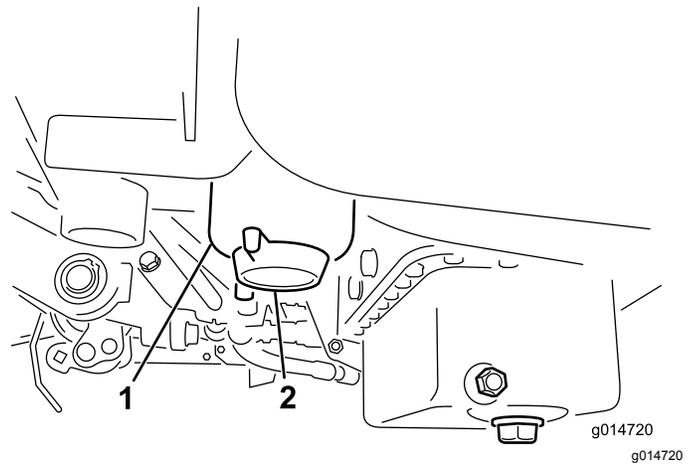

Bild 49
2. Reinigen Sie den Anbaubereich der Filterglocke (Bild 49).
4. Öffnen Sie das Filterablassventil (Bild 49).